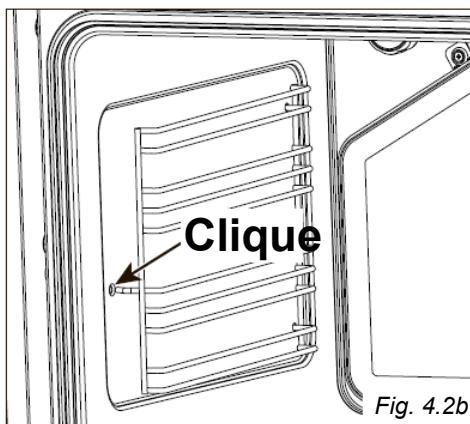

Fig. 4.2b
- Introduza a extremidade anterior (guia) do suporte lateral no orifício da parte anterior do forno (fig. 4.2b);